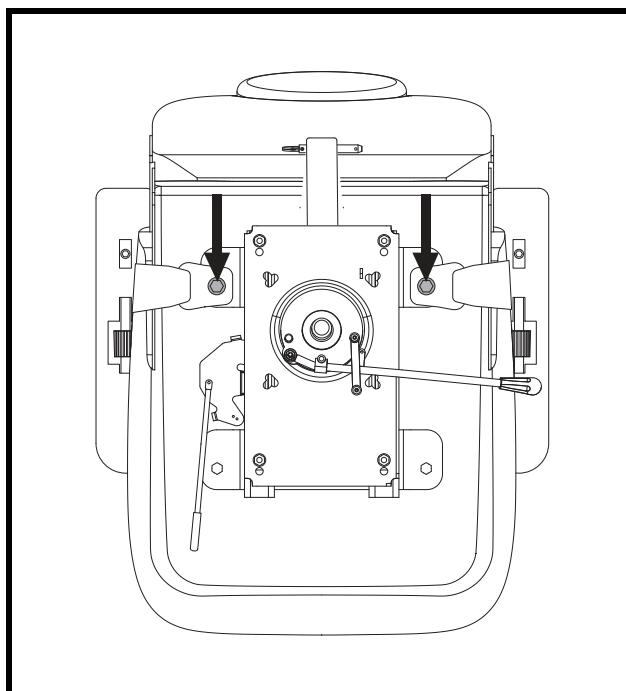

Abb. 20. Befestigungsschrauben des Rückhaltegurts
2. Sitz umdrehen, um die Unterseite einzusehen. Siehe Abb. 20.